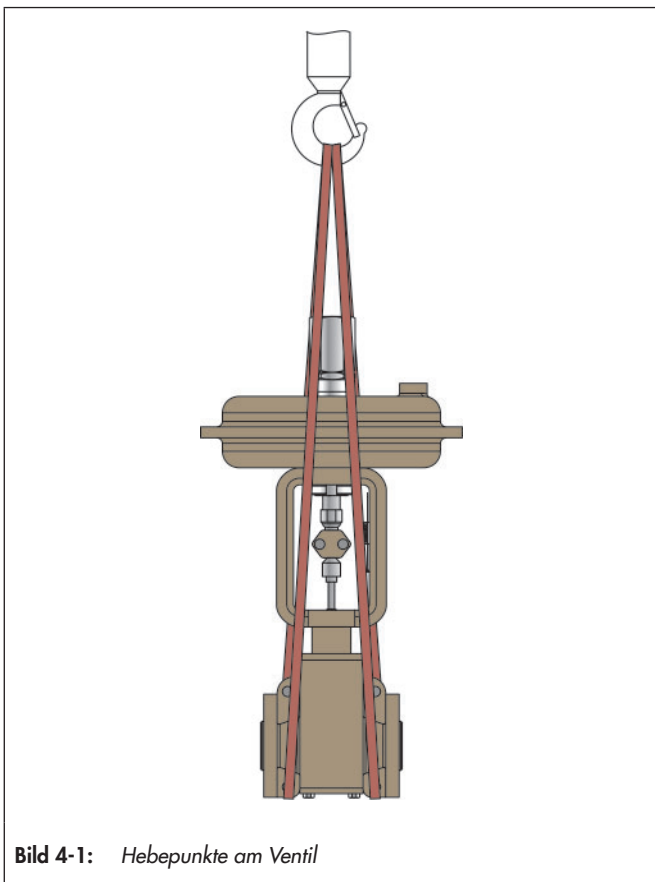

Bild 4-1: Hebepunkte am Ventil
- ⇒ Als Tragmittel einen Haken mit Sicherheitsverschluss verwenden, damit die Anschlagmittel beim Heben und Transportieren nicht vom Haken rutschen können, vgl. Bild 4-1.
- ⇒ Je eine Hebeschlinge an den Flanschen des Gehäuses und am Tragmittel (z. B. Haken) des Krans oder Gabelstaplers anschlagen, vgl. Bild 4-1.